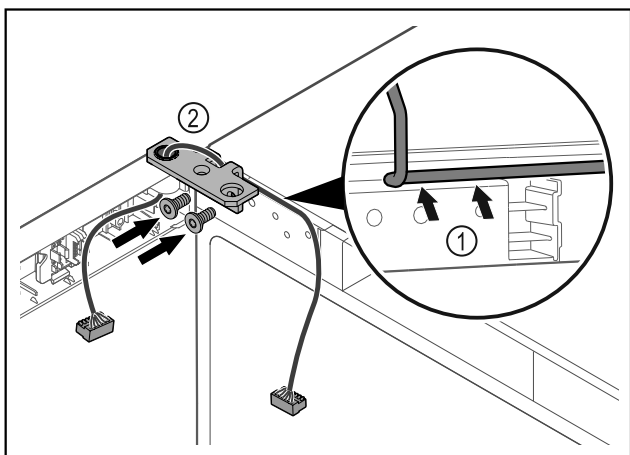

Fig. 36
- ▶ Проведите кабель через отверстие в шарнирном уголке и аккуратно уложите его Fig. 36 (1).
- ▶ Привинтите шарнирные уголки Fig. 36 (2).